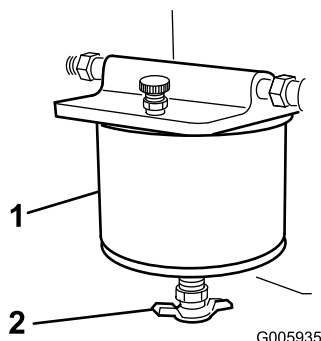

Figure 12
3. Tournez le robinet de vidange jusqu'à ce que l'eau s'écoule du filtre (Figure 12).